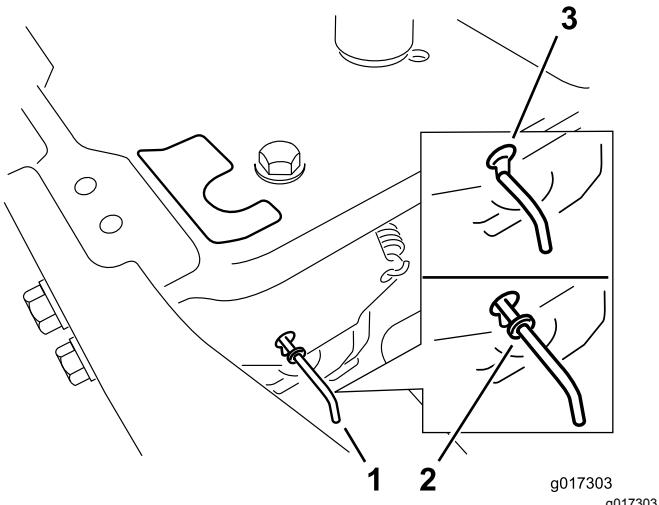

Figura 31
- Spostate in avanti le leve di bypass attraverso il foro della chiavetta, quindi verso il basso per bloccarle in posizione (Figura 31).
Spostate indietro le leve di bypass attraverso il foro della chiavetta, quindi verso il basso per bloccarle in posizione, come illustrato nella Figura 31.